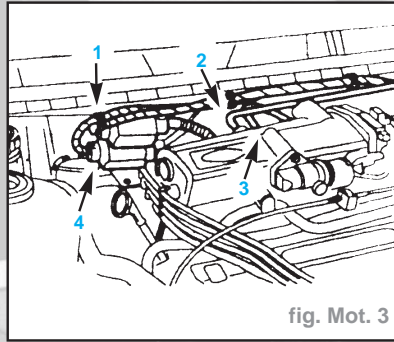
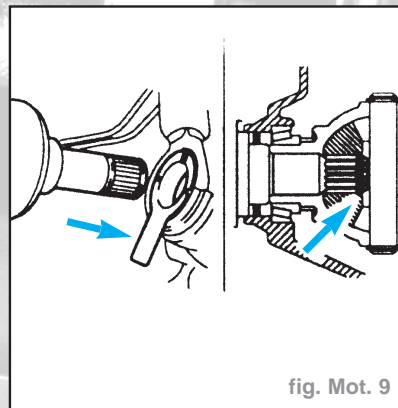

fig. Mot. 3
fig. Mot. 9
- Déclipser le faisceau de câblage (1) du compartiment moteur (fig. Mot. 3).
- Débrancher la conduite à dépression (2) du servofrein.
- Débrancher la conduite à dépression (3) de l'électrovanne de purge de la cartouche EVAP.
- Retirer les deux logements de connecteurs (4) du cache de tablier en faisant levier (fig. Mot. 3).
- Raccorder les connecteurs du faisceau de câblage moteur et poser les conduites à dépression (fig. Mot. 3) :
- attacher le faisceau de câblage du compartiment moteur (1),
- brancher la conduite à dépression du servofrein (2),
- brancher la conduite à dépression de l'électrovanne de purge de la cartouche EVAP (3),
- brancher deux boîtiers de connecteurs sur le cache de tablier (4).
- Mettre l'arbre de roue en position de montage (fig. Mot. 9).